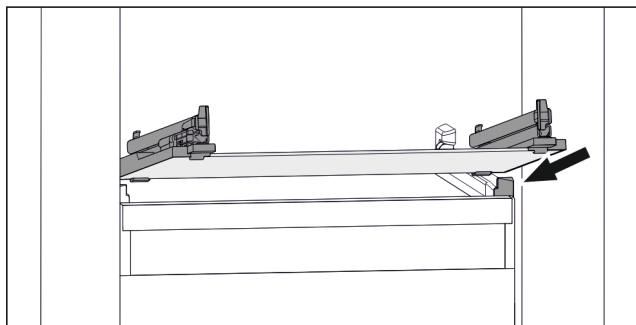

Fig. 115 Příklad znázornění skleněné desky
- ▶ Nasadte skleněnou desku šikmo za zářádky. (viz Fig. 115)